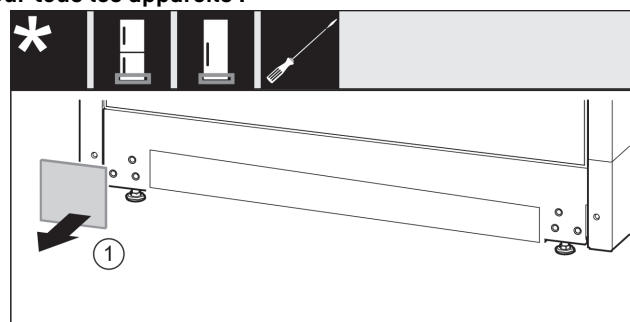

Fig. 11
- ▶ Retirer le cache. Fig. 11 (1)